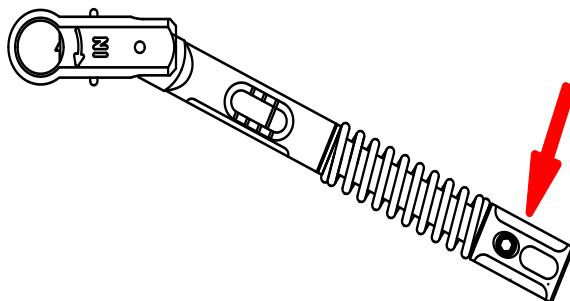

Рис. 2
- Точка нажатия для точного срабатывания крутящего момента находится исключительно на ручке регулировочной гайки (см. стрелку на **Рис. 2.**).